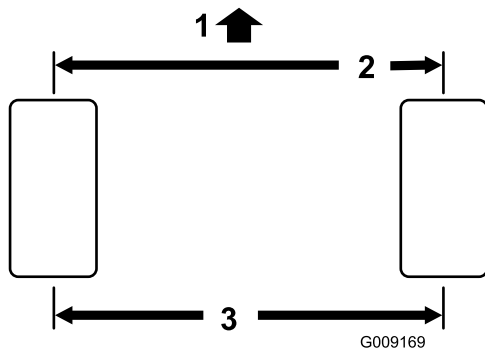

Bild 49
2. Messen Sie den Abstand vorne und hinten an den Lenkreifen Mitte-zu-Mitte (auf Achshöhe). Bild 49